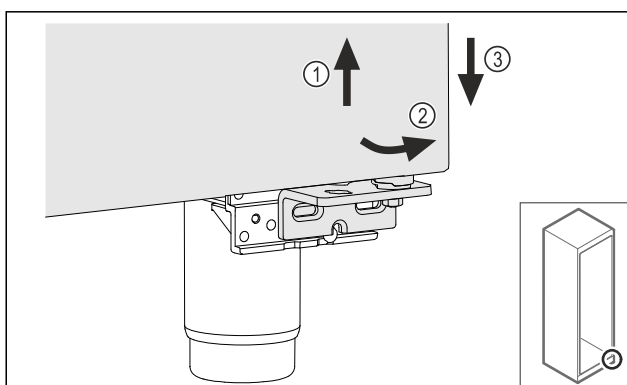

Fig. 23
- Løft døren en smule Fig. 23 (1), vip den fremad fornedden Fig. 23 (2), og sænk den Fig. 23 (3).